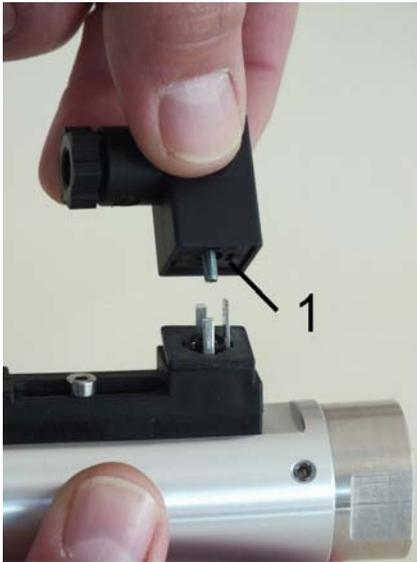

Abb. 20: Steckerdose abziehen
2. ➤ Steckerdose (Abb. 20/1) abziehen